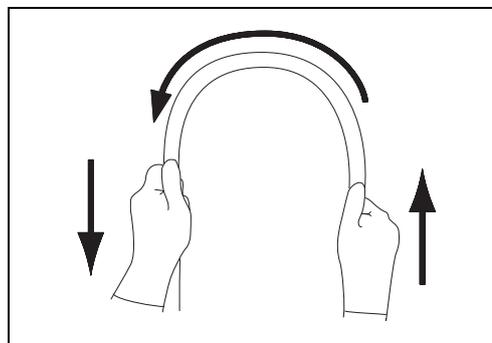

рисунок 3.4
- 5** Обеими руками согните вводимую трубку полукругом. Затем передвигая руки в направлении, указанном стрелками на рис. 3.4, убедитесь в том, что вводимая трубка пластична и легко сгибается в полукольцо по всей длине. Проверку эндоскопов с механизмом регулировки жесткости проводите как при самом гибком, так и при самом жестком состоянии вводимой трубки.